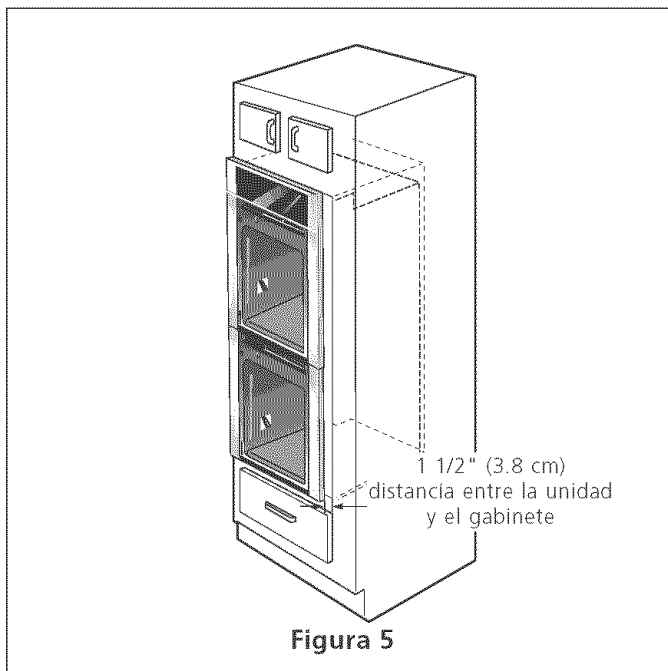

Figura 5
3. Introduzca la unidad dentro de la apertura del gabinete. Deslícela dejando 1½" (3.8 cm.) entre el horno y el frente del gabinete (vea figura 5). Empuje la unidad y tire el cable blindado a través del hoyo en el piso, y hacia la caja de empalmes.